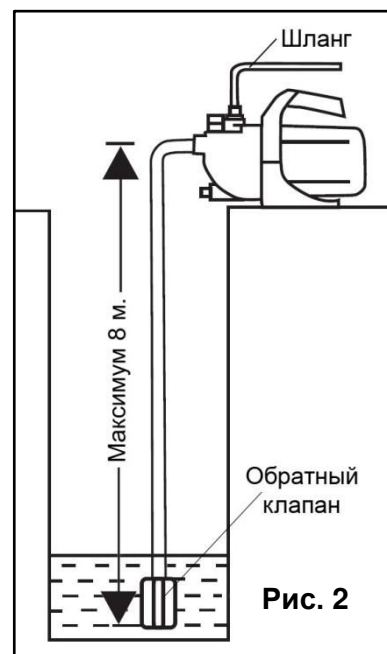

Рис. 2
- Примерный вариант установки электронасоса для перекачки воды из колодца показан на рис. 2.